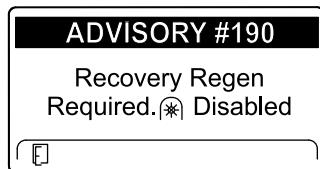

Figura 61
- Richiesta di rigenerazione di recupero – disabilitazione della presa di forza ADVISORY #190 (Figura 61)